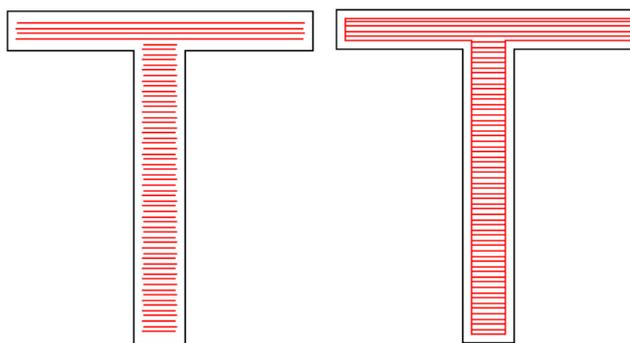

Figura 3-8 Seguir borde uno
**Siga el borde una vez:** dibuja el contorno una vez alrededor de las líneas de sombreado después del llenado (Figura 3-8)